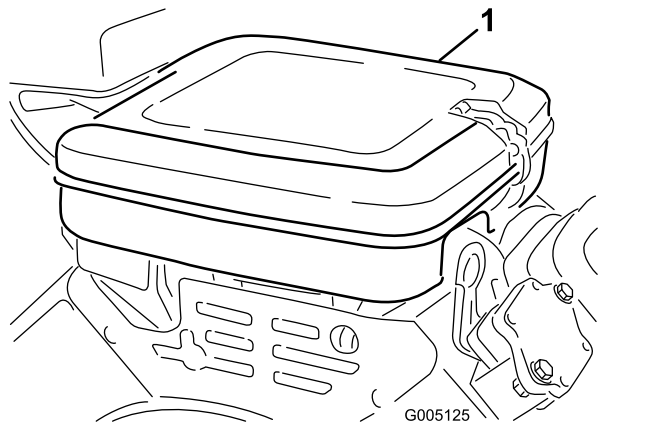

Bild 40
1. Reinigen Sie die Luftfilterabdeckung (**Bild 40**).